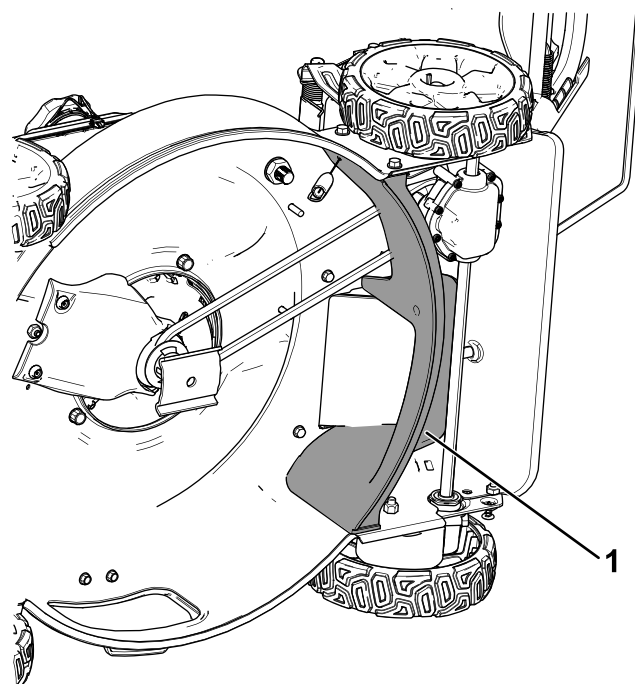

Rysunek 10
5. Dokręć 5 śrub przytrzymujących tylną przegrodę (Rysunek 10).